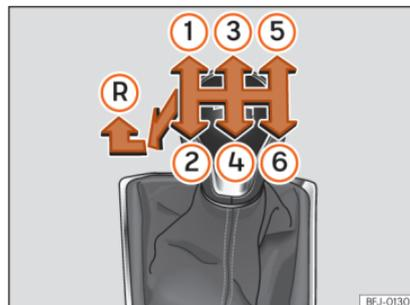

Fig. 166 Esquema de uma caixa de velocidades manual de 6 velocidades.
Na alavanca das mudanças indicam-se as posições das velocidades »» **Fig. 166**.
- Com a alavanca das mudanças em ponto morto, pressione-a para baixo, mova-a para a esquerda até ao fim e depois para a frente para selecionar a marcha-a-trás »» **Fig. 166** .